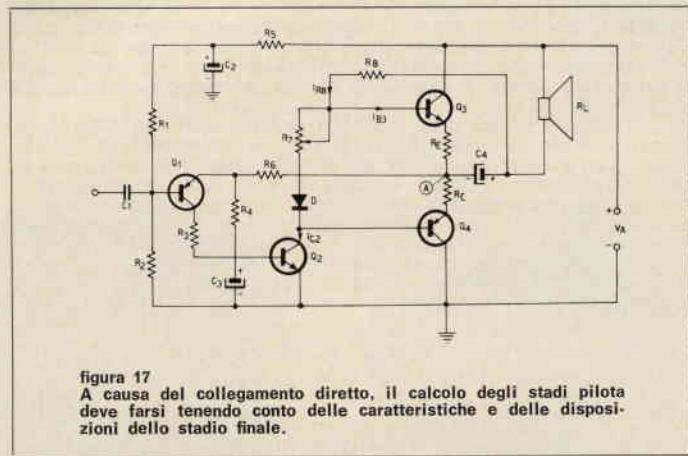

figura 17
Nello schema di figura 17, solo nel primo stadio è necessario l'abituale circuito per la stabilizzazione della temperatura, composto da un divisore di tensione di base ( $R_1-R_2$ ) e da una resistenza di emittore ( $R_3$ ) disaccoppiata con il condensatore  $C_3$ . Essendo poi  $R_4$  collegata agli emittori dello stadio d'uscita, la stabilizzazione della temperatura viene estesa a tutto l'amplificatore. Innanzitutto questa stabilizzazione ha per scopo quello di mantenere il potenziale di riposo al punto A, potenziale che deve essere, come si è visto precedentemente, uguale alla metà della tensione di alimentazione.
Continuando i calcoli, dovremo dunque tener conto di questo nuovo valore. Nell'espressione (9) sostituiremo a  $\beta_3$  la  $\beta_3 I_{LM} / I_{E3M}$ . Dovremo poi calcolare la potenza dissipata da  $Q_3$  e  $Q_4$ . Data la simmetria del circuito potremo limitarci a calcolare solo quella riguardante  $Q_3$ . Poiché questo transistor funziona in classe B, i calcoli fatti per il transistor  $Q_3$  della figura 17 restano validi. Si potrà calcolare la potenza di alimentazione (per un transistor),